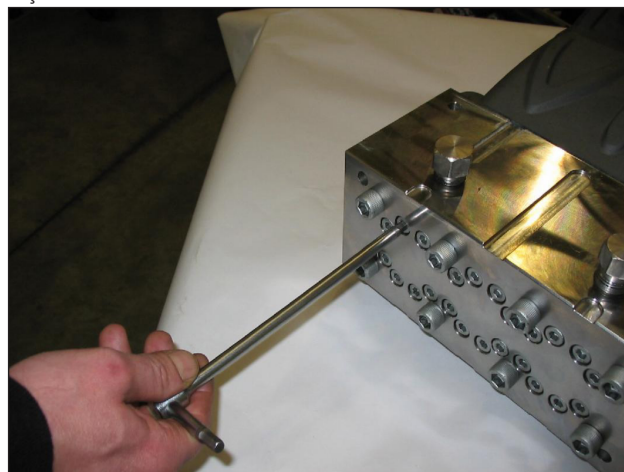

Fig. 16
- Desserrer sans déposer les vis M8x100 de fixation des chemises sur la culasse, comme décrit Fig. 16, de manière à les rendre libres.